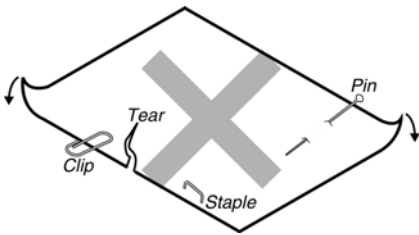

图 B-7
- 装进的纸一定不能有折叠、撕裂或带有订书钉、回形针、大头钉和任何杂物（如图 B-7 所示）。如果装入的纸张带有其它杂物，则极可能会严重损坏打印机。